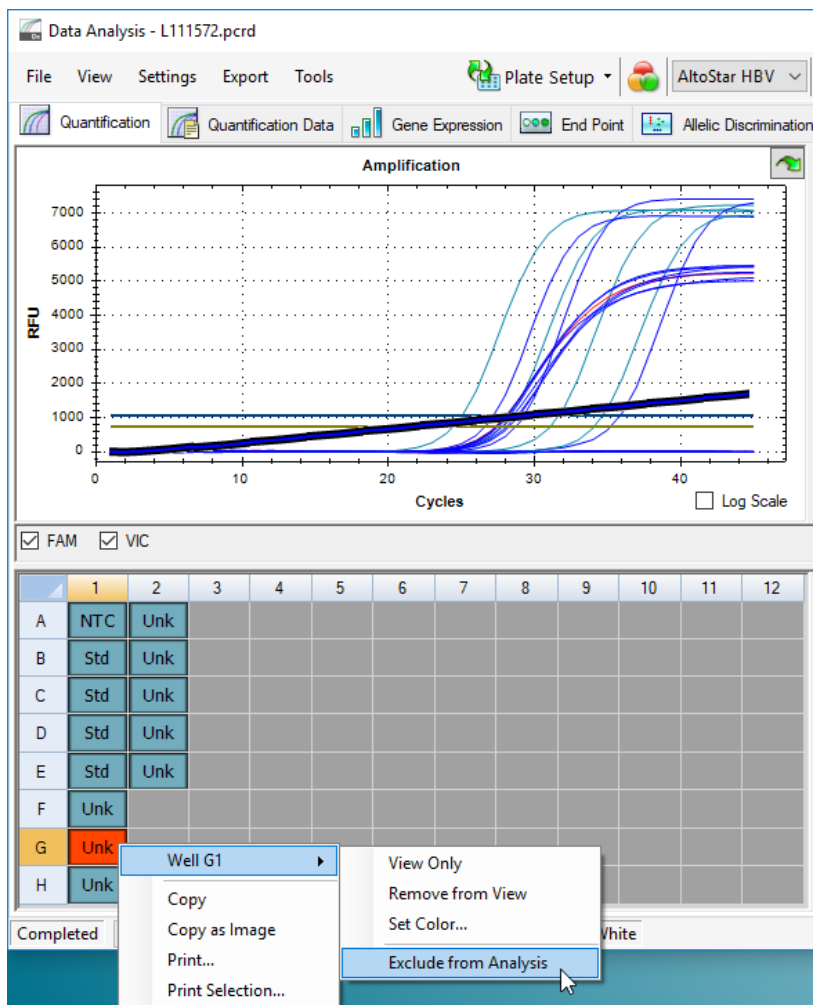

Figura 36: Ventana Data Analysis (análisis de datos): exclusión de un pocillo del análisis
- Haga clic en cada pocillo afectado con el botón derecho del ratón y seleccione **Well...** → **Exclude from Analysis** (pocillo... → excluir del análisis) (consulte la Figura 36).